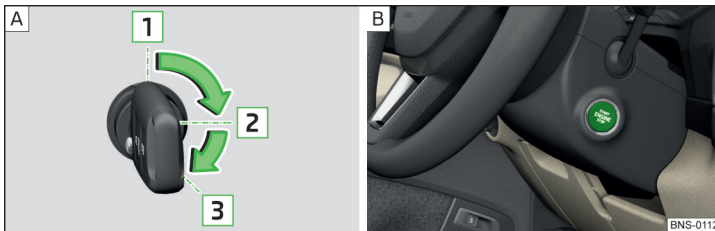

Abb. 248 Positionen des Fahrzeugschlüssels im Zündschloss / Starterknopf
Positionen des Fahrzeugschlüssels im Zündschloss » Abb. 248 - [A]
› Den Knopf drücken » Abb. 248 - [B], die Zündung wird ein-/ausgeschaltet.
- › Bei Fahrzeugen mit **Zündschloss** den Schlüssel in die Position **3** drehen » Abb. 248 auf Seite 213 - [A], es erfolgt der Startvorgang. Dann den Schlüssel loslassen, der Motor springt automatisch an.
- › Bei Fahrzeugen mit **Starterknopf** den Knopf kurz drücken » Abb. 248 auf Seite 213 - [B], der Motor springt automatisch an.
- › Bei Fahrzeugen mit **Zündschloss** den Schlüssel in die Position **1** drehen » Abb. 248 auf Seite 213 - [A].
- › Bei Fahrzeugen mit **Starterknopf** den Knopf drücken » Abb. 248 auf Seite 213 - [B], der Motor und die Zündung werden gleichzeitig ausgeschaltet.